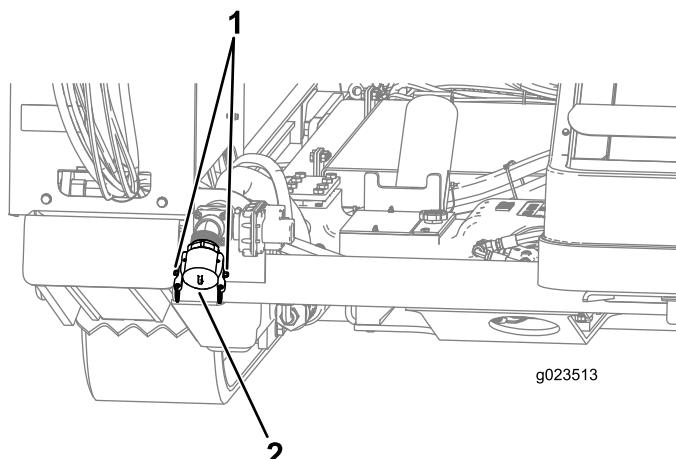

Figura 48
- Levante las palancas de leva del tapón de entrada de la bomba, y retire el tapón (Figura 48).